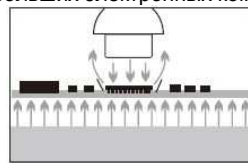

Рис.1
- Нагрев компонентов (при помощи верхнего нагревателя) происходит с использованием конвективного способа нагрева. При таком способе необходимо выбрать подходящую насадку и тщательно следить за температурой нагрева во избежание повреждения небольших электронных компонентов (рис.1).